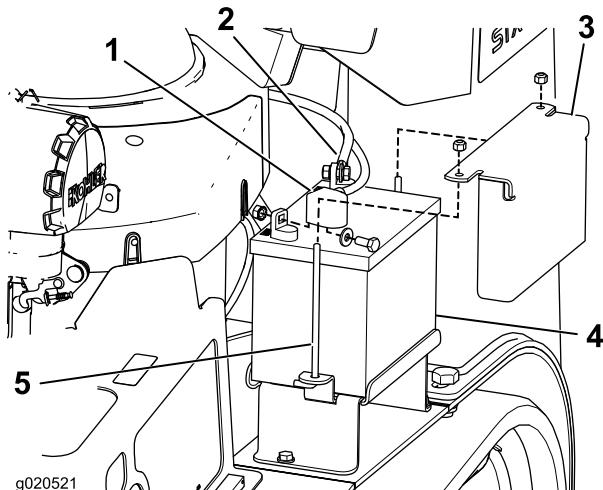

Figura 40
3. Togliete il cappuccio di gomma nero dal cavo negativo. Staccate il cavo negativo della batteria dal morsetto negativo (-) della batteria (Figura 40).
4. Sfilate la guaina rossa del morsetto dal morsetto positivo (rosso) della batteria. Togliete quindi il cavo positivo (rosso) della batteria (Figura 40).
5. Rimuovete la piastra di tenuta, i bulloni a J e i dadi di bloccaggio che fissano la batteria (Figura 40) e rimuovete la batteria.
1. Posizionate la batteria nella macchina (Figura 40).
3. Montate innanzi tutto il cavo positivo (rosso) della batteria sul morsetto positivo (+) della batteria con un dado, una rondella e un bullone. (Figura 40). Infilate il cappuccio di gomma sul polo.
4. Montate quindi il cavo negativo della batteria e il filo di messa a terra sul morsetto negativo (-) della batteria con un dado, una rondella e un bullone. (Figura 40). Infilate il cappuccio di gomma sul polo.